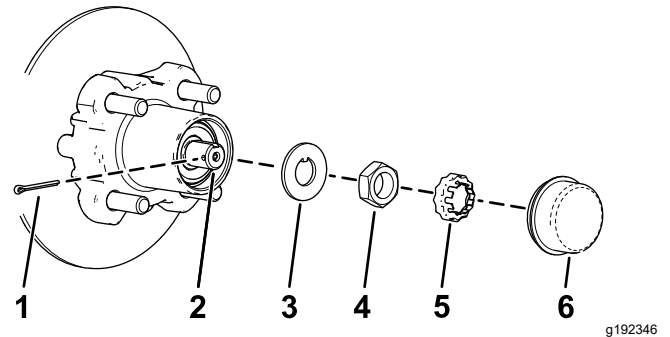
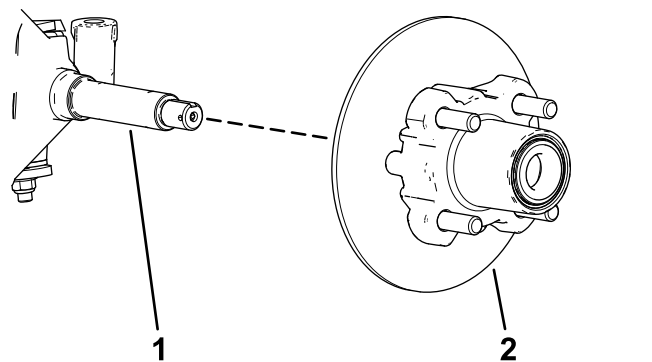

Figure 32
Figure 33
4. Retirez le couvre-moyeu du moyeu (Figure 32).
5. Retirez la goupille fendue et le frein d'écrou de la fusée et de son écrou (Figure 32).
6. Enlevez l'écrou de la fusée, et séparez l'ensemble moyeu et rotor de la fusée (Figure 32 et Figure 33).